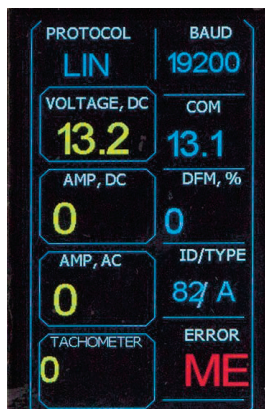

Рис.10. MS004COM
- **«PROTOCOL»:** индикатор протокола реле-регулятора (только для генераторов с терминалом «COM») **(Рис. 10)**.
- **«BAUD»:** индикатор скорости обмена данными реле-регулятора (только для генераторов с терминалом «COM») **(Рис. 10)**.
- **«COM»:** индикатор устанавливаемого напряжения генерации при проверке генераторов с терминалом «COM» **(Рис. 10)**.
- **«ID/TYPE»:** индикатор идентификационного номера и типа реле-регулятора генератора (только для генераторов с терминалом «COM») **(Рис. 10)**.
- **«ERROR»:** индикатор ошибок реле-регулятора (только для генераторов с терминалом «COM») **(Рис. 10)**.